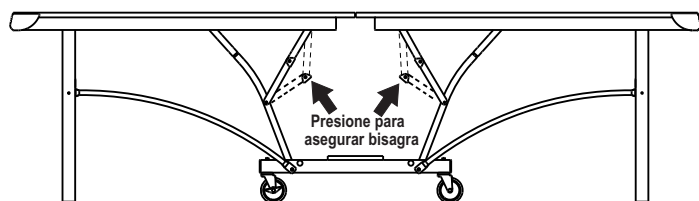

Figura 17
3. Asegure las cuatro bisagras. Ver Figura 17.
1. Ponga la mesa en posición para de juego y asegure las bisagras como se muestra en la Figura 17.